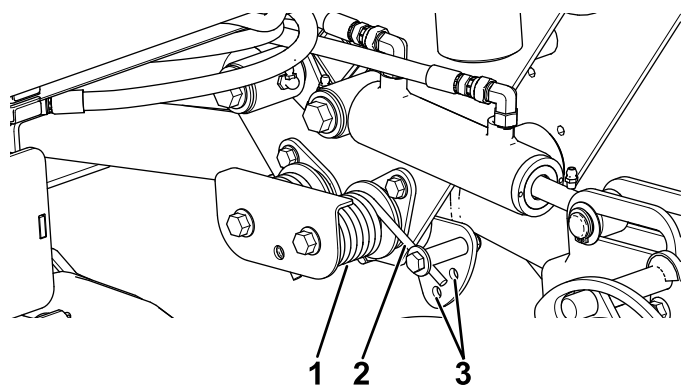

Bild 44
2. Führen Sie ein Rohr oder ein ähnliches Objekt in die lange Feder ein, um die Federspannung während der Einstellung aufzuheben (Bild 44).
3. Wenn Sie die Federspannung aufgehoben haben, nehmen Sie die Schraube und Sicherungsmutter ab, mit denen der Federaktuator an der Halterung befestigt ist (Bild 44).